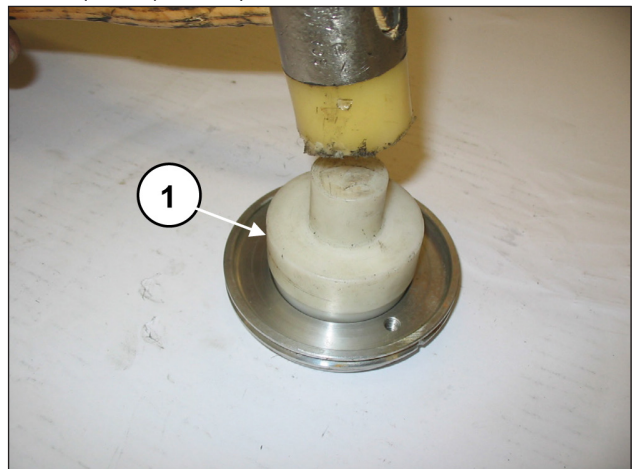

Abb. 94
Montieren Sie den radialen Dichtring in den Ölabbstreifring-Deckel (Pos. ①, Abb. 94) mithilfe eines Dorns Art. 27910900.